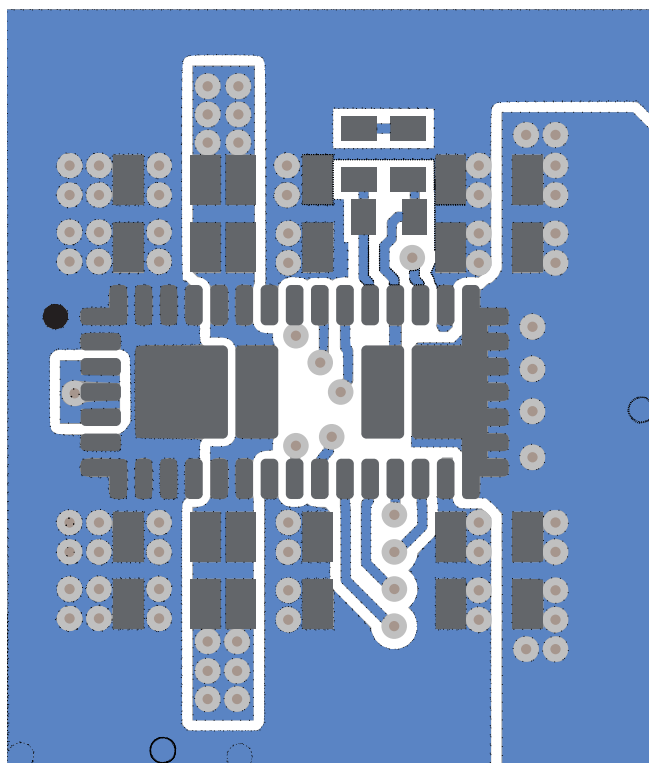

図 9-43. レイアウト例
- 部品の配置、配線、熱設計の例については、図 9-43 を参照してください。